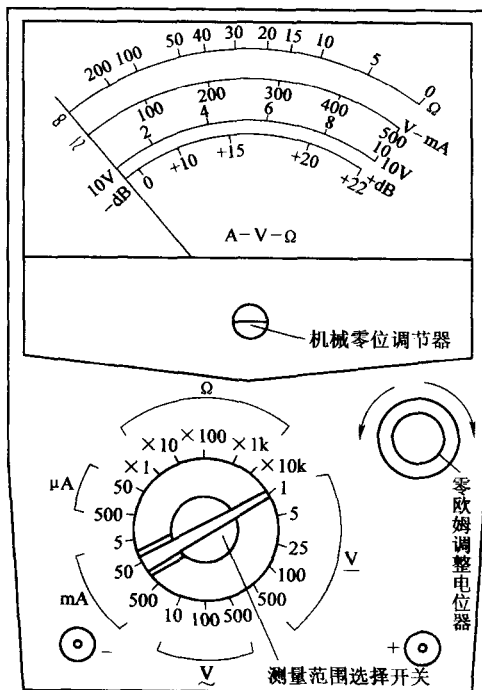

图 1-19 MF30 型万用表的外形结构
1. 指针式万用表 指针式万用表主要由表头、测量电路和转换开关 3 部分组成。表头用以指示被测量的数值,测量电路用来把各种被测量转换到适合表头测量的直流微小电流,转换开关实现对不同测量电路的选择,以适应各种测量的要求。指针式万用表的外形可以做成便携式或袖珍式,将刻度盘、转换开关、调零旋钮以及接线柱(或插孔)装在面板上,各种型式的万用表外形布置不尽相同,MF30 型万用表的外形结构如图 1-19 所示。